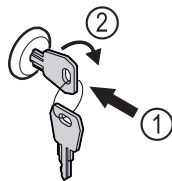

Fig. 103 Représentation à titre d'exemple
- Insérer la clé Fig. 103 (1).
- Tourner la clé à 90° dans le sens horaire Fig. 103 (2).